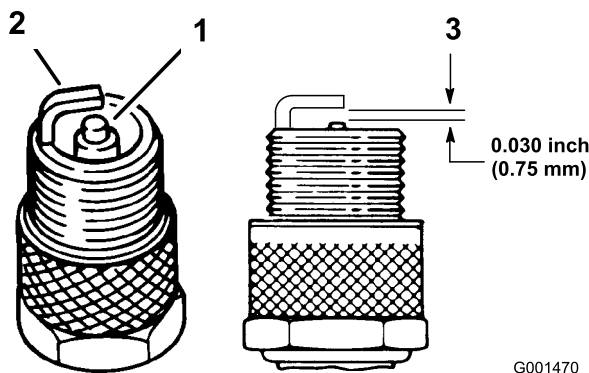

Figura 27
1. Controllate il centro delle candele (Figura 27). Se l'isolatore è di color marrone chiaro o grigio, il motore funziona correttamente. Una patina nera sull'isolatore significa in genere che il filtro dell'aria è sporco.
2. Controllate la distanza tra gli elettrodi centrale e laterale (Figura 27). Piegate l'elettrodo laterale (Figura 27) se la distanza non è corretta.
3. Collegate i cappellotti alle candele (Figura 27).